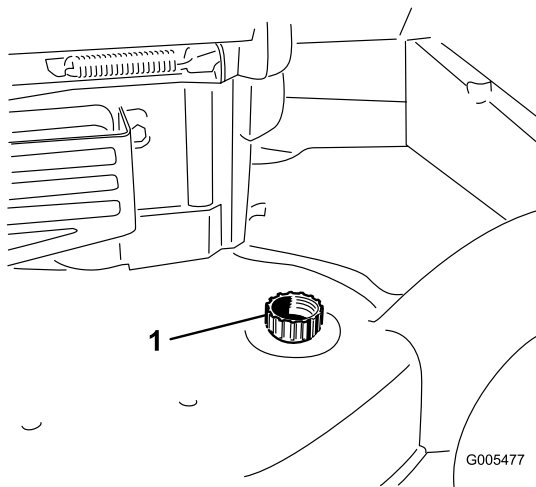

Figure 34
4. Branchez un tuyau d'arrosage, relié à une arrivée d'eau, au raccord de lavage (Figure 34).